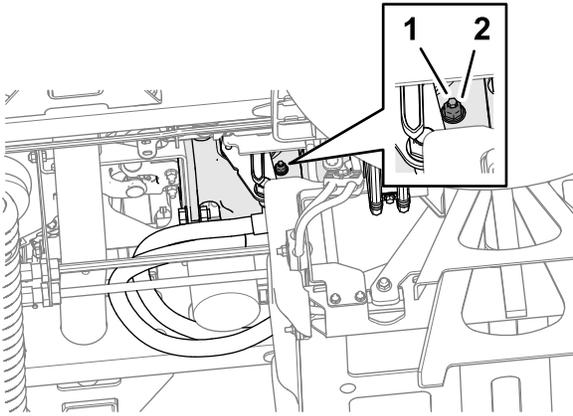

Bild 105
3. Lösen Sie von der Unterseite der Maschine aus und auf der rechten Seite der Traktionspumpe die Sicherungsmutter, mit der die Schraube zur Einstellung der Leerlaufückstellung befestigt ist (Bild 105).